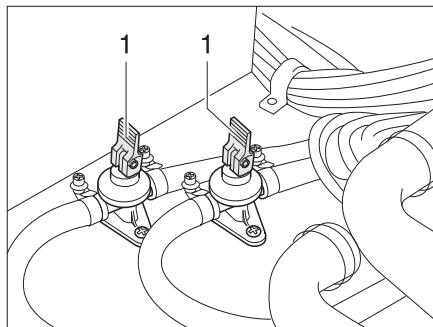

Fig. 120 Rubinetti di scarico
- Chiudere i rubinetti di scarico. A questo scopo, posizionare orizzontalmente le leve a bilanciere (Fig. 120,1).
- Aprire i rubinetti di scarico (Fig. 120). A questo scopo, posizionare verticalmente le leve a bilanciere (Fig. 120,1). Il boiler viene svuotato verso l'esterno tramite i rubinetti di scarico.